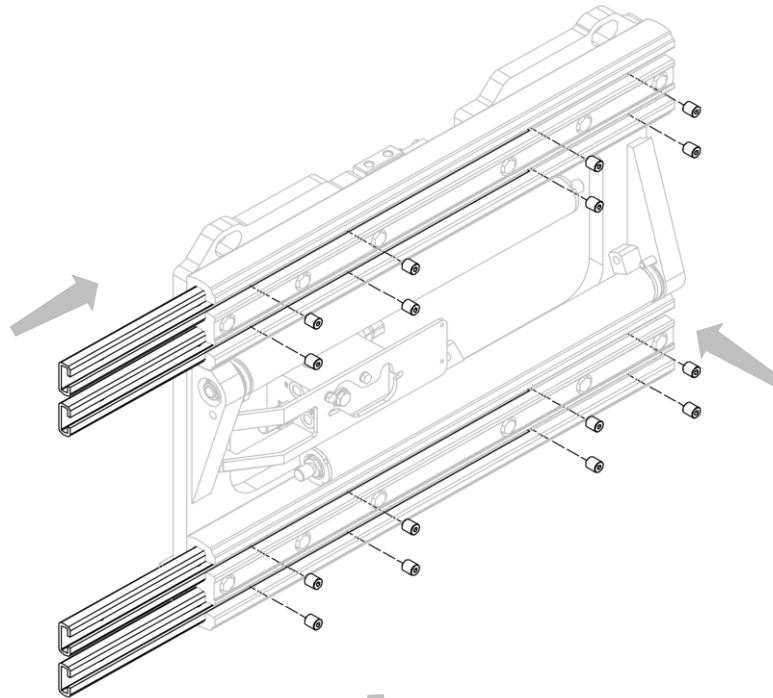
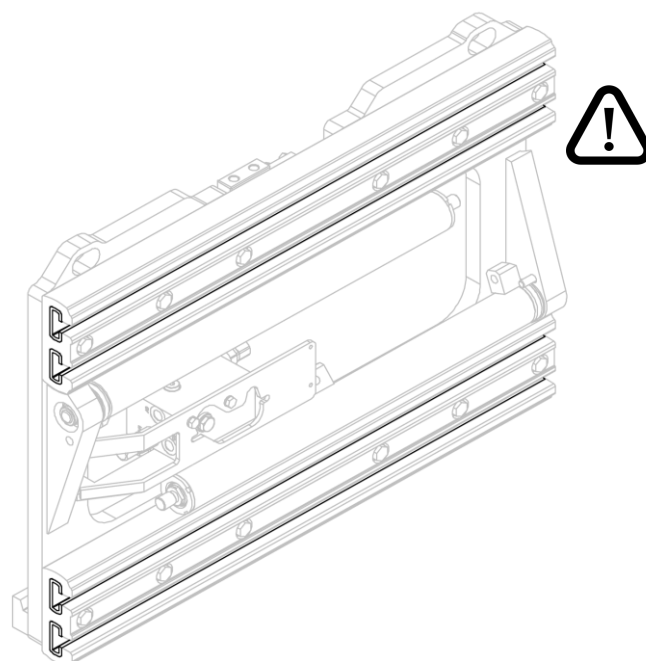

Figura 13
Figura 14
2. Inserire le boccole in nylon e fissarle mediante gli appositi grani (vedi *Figura 13* e *Figura 14*).